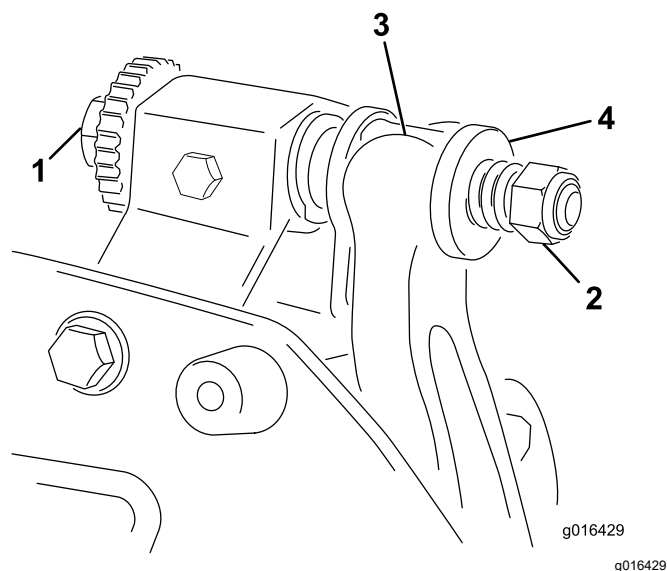

Figura 17
1. Rotiți șurubul de reglare pentru bara de cadru în sens invers acelor de ceasornic, pentru a îndepărta contracuțitul de cilindru (Figura 17).
- Deșurubați piulița pentru tensionarea arcului până când șaiba nu mai este lipită de bara de cadru (Figura 17).
1. Instalaţi ansamblul bară de cadru/contracuşit, poziţionând urechile de montare între şaibe şi şurubul de reglare pentru bara de cadru (Figura 17).